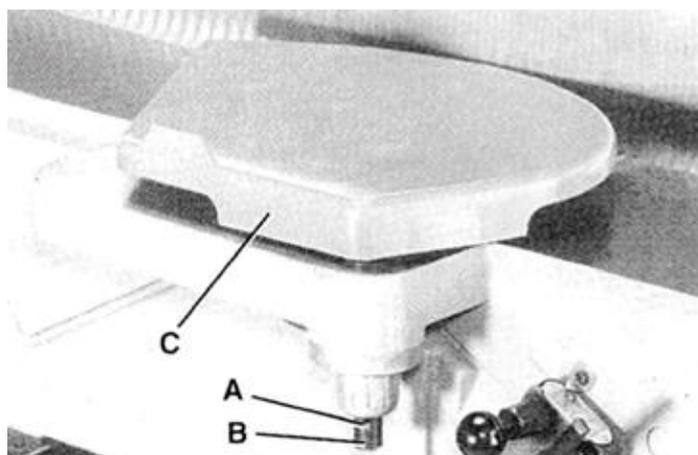

Рис. 22
Закрутите установочный винт (A) – Рис. 22, который был снят в 1-м пункте, обратно в стойку (B), чтобы ограждение режущей головки (C) оставалось на своем месте во время работы станка.
На Рис. 22 показано ограждение режущей головки (C), установленное на загрузочном столе.